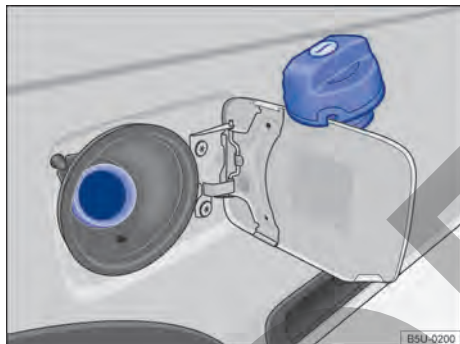

Fig. 174 Portezuela del depósito de combustible abierta con el tapón de cierre del depósito de combustible colgado.
- Gire la tapa del depósito de combustible en sentido antihorario y cuélguela encima de la portezuela del depósito de combustible → fig. 174.